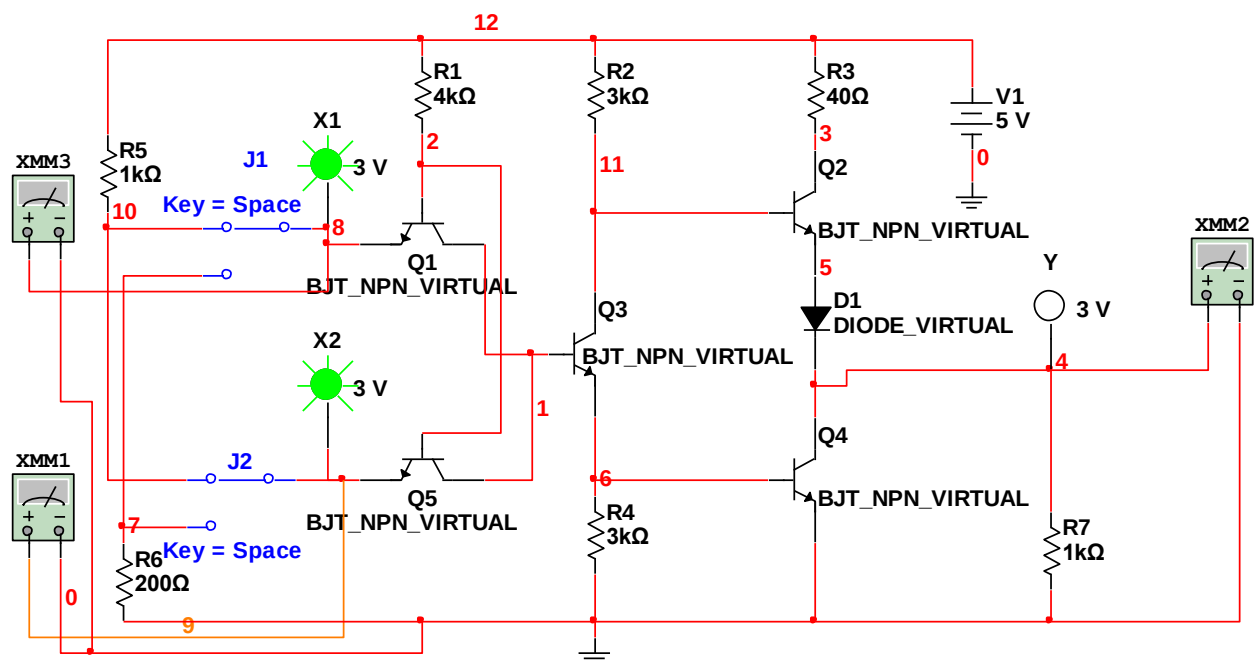

Рис.2
7.1. Зібрати схему елемента 2I-HE, приведену на рис.2